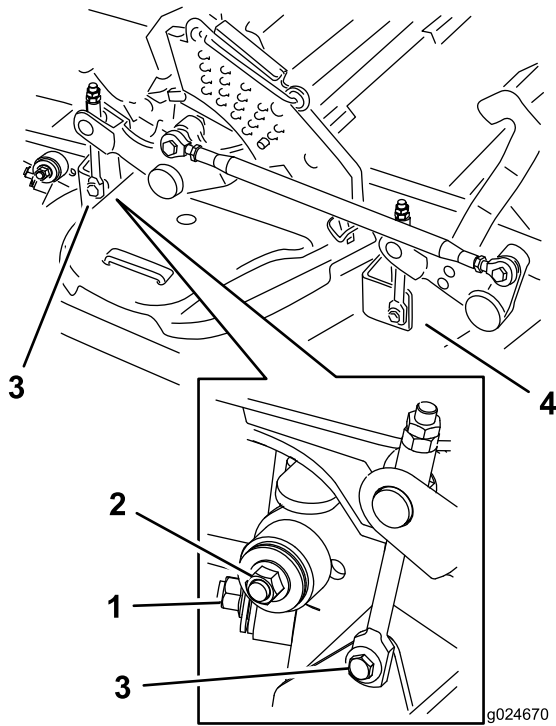

Bild 99
7. Entfernen Sie die Schrauben an beiden Seiten des Mähwerks (bewahren Sie sie auf), wie in **Bild 99** abgebildet.